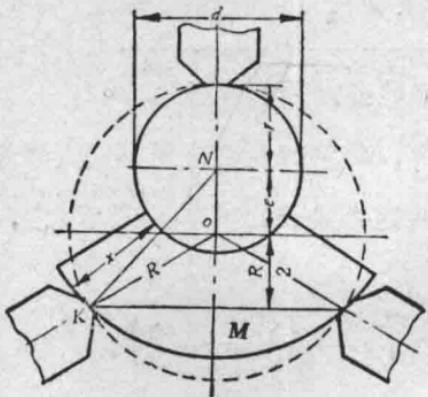

图17 扇形垫片的形状
**2 偏心距較大的工件** 車削偏心距較大的工件的时候, 可以应用扇形垫片(图 17), 其厚度  $x$  的計算公式如下:
由图17可知